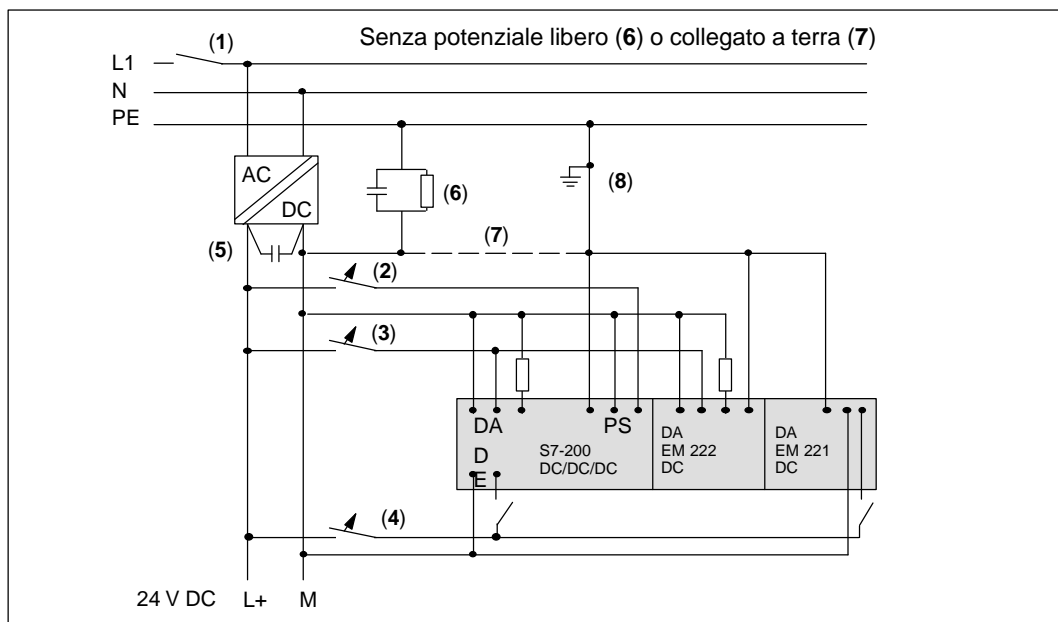

Figura 2-13 Installazione di sistema DC isolato
I punti sottoelencati sono istruzioni generali di cablaggio per l'installazione in circuiti di corrente continua (DC). Si faccia riferimento alla figura 2-13 mentre si leggono queste istruzioni.
- Installare un sezionatore unipolare (1) che tolga tensione alla CPU, a tutti i circuiti di ingresso e di uscita (di carico).
- Installare dispositivi di protezione da sovracorrente per proteggere l'alimentatore della CPU (2), gli ingressi (3) e le uscite (4). Si può anche ottenere una sicurezza maggiore proteggendo singolarmente ogni uscita. Una protezione esterna da sovracorrente per gli ingressi non è necessaria se si usa l'alimentatore per datori di segnale 24 V DC del Micro PLC. La corrente interna dell'alimentatore è limitata.
- Assicurarsi che l'alimentatore DC abbia una resistenza sufficiente alla corrente di picco (sovratensioni), per mantenere costante la tensione al verificarsi di brusche variazioni di carico. Potrebbe rendersi eventualmente necessaria una capacità esterna (5).
- Dotare gli alimentatori DC non collegati a terra di una resistenza e un condensatore collegati in parallelo (6), e posti tra la sorgente di tensione e la messa a terra. La resistenza fornisce un percorso di fuga alla corrente per prevenire accumuli di cariche statiche. Il condensatore assorbe disturbi ad alta frequenza. Valori tipici sono 1 MΩ e 4.700 pf. È inoltre possibile realizzare un sistema DC messo a terra collegando a terra (7) l'alimentatore DC.
- Collegare tutti i morsetti di terra S7-200 al collegamento di terra più vicino (8) per ottenere il più alto livello di immunità ai disturbi. Si raccomanda di collegare singolarmente tutti i conduttori di terra. Impiegare per questo collegamento conduttori da 14 AWG o 1,5 mm².